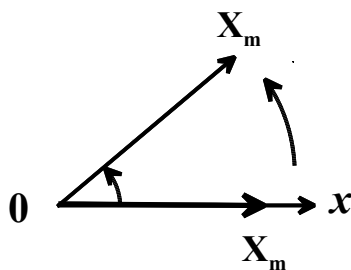

Рис. 2
На оси  $x$  из некоторой точки  $0$  отложим вектор длины  $X_m$ , (рис. 2). Если привести этот вектор во вращение против часовой стрелки с угловой скоростью  $\omega$ , то проекция конца вектора на ось  $x$  будет изменяться в точном соответствии с соотношением (6)